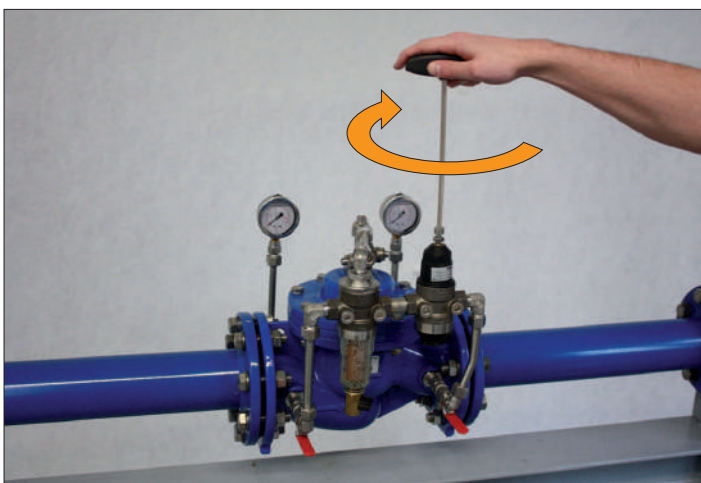

Рис. 13: Настройка требуемого давления на выходе
10. Можно настраивать выходное давление. Для этого нужно медленно повернуть регулировочный винт «пилота» по часовой стрелке, пока манометр на выходе РК не покажет необходимое значение (рис. 13).